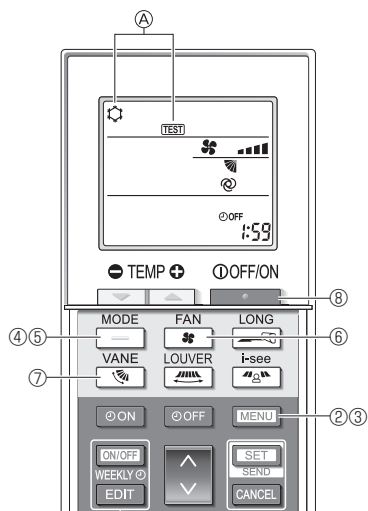

Fig. 7-8
- ① Active la unidad al menos 12 horas antes de realizar una prueba de funcionamiento.
- ② Pulse el botón **MENU** durante 5 segundos. (Fig. 7-8)
- ③ Pulse el botón **MENU**.
En pantalla se visualiza ④ **[TEST]** (PRUEBA) y el modo actual de funcionamiento. (Fig. 7-8)
- ④ Pulse el botón **MODE** para activar el modo de refrigeración, y compruebe si sale aire frío de la unidad.
- ⑤ Pulse el botón **FAN** para activar el modo de calefacción, y compruebe si sale aire caliente de la unidad.
- ⑥ Pulse el botón **VANE** y compruebe si cambia la velocidad del ventilador.
- ⑦ Pulse el botón **LOUVER** y compruebe que el sistema automático de desviación del aire funciona correctamente.
- ⑧ Pulse el botón **LONG** para detener la prueba de funcionamiento.